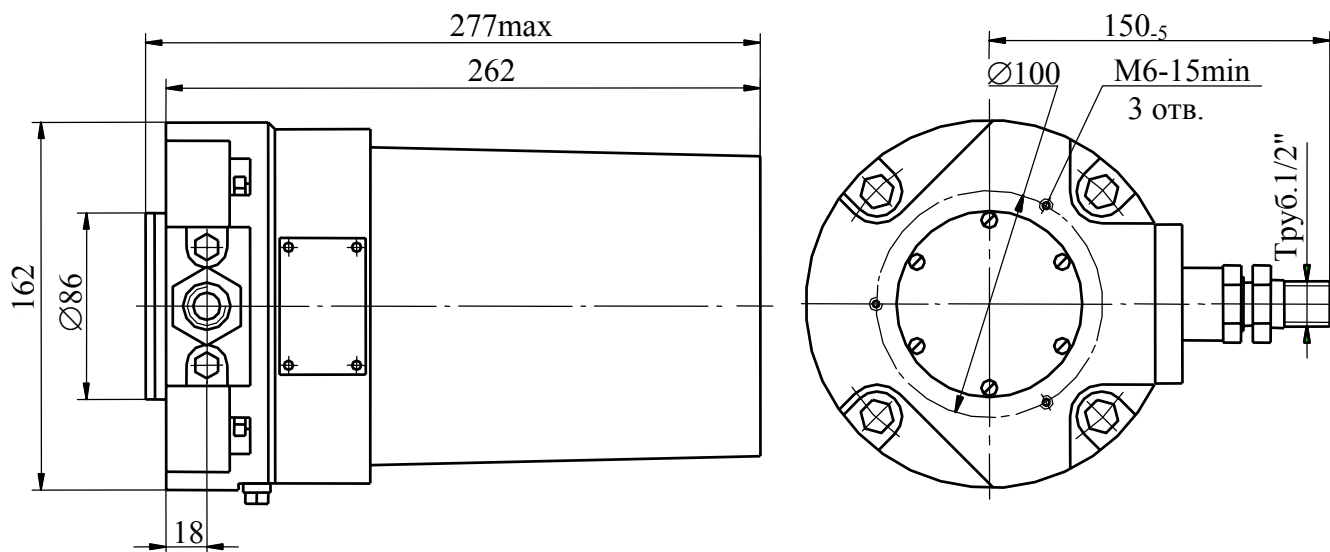

Рис.5.1. Общий вид датчика.
5.1.1. Датчик выполнен в виде законченного блока, общий вид которого приведен на рис.5.1.
7.2. Монтаж датчика выполняется путем стыковки переходного фланца датчика с фланцем контрольного окна резервуара. Присоединительные размеры для стыковки датчика с переходным фланцем приведены на рис.5.1. Габаритные размеры переходного фланца и расположение отверстий для стыковки с фланцем резервуара согласуются на этапе заказа.